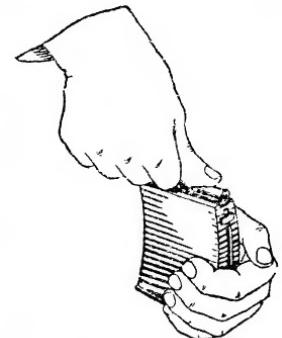

Рис. 78. Снаряжение магазина, отделенного от винтовки
**138.** Для снаряжения магазина, отделенного от винтовки, надо: взять магазин в левую руку, прижать его задней стенкой к ладони этой руки, правой рукой вкладывать патроны в коробку магазина по одному, нажимая при этом на патрон большим пальцем (рис. 78).